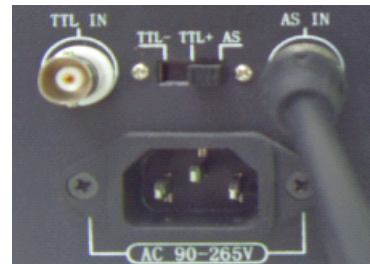

图 4.3.3
- 4.3.3 模拟调制状态如（图 4.3.3）：当用户需要激光器工作在模拟调制状态下时，将调制拨码开关拨置“AS”端，此时激光器进入模拟调制设定状态。激光器在模拟调制状态下时，可通过模拟信号接口输入 0—5v 的连续模拟信号（如 0v、0.5v、1v…….5v），此时激光器的输出功率随输入电压的变化而变化，当输入 0v 时，激光器输出功率最低（0），当输入 5v 时，激光器输出功率达到最大。